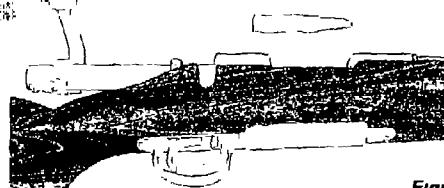

Figure 6
- 5 Introduire une cartouche du bon calibre sur le plateau de chargeur ou dans la chambre. Voir la figure 6.
- 5 Introduire 4 cartouches du bon calibre (une à la fois) dans la magasin. Si l'arme à feu est un magnum, on ne peut introduire que 3 cartouches. Si l'arme à feu est de calibre 17, 222 ou 223, le magasin peut recevoir 5 cartouches. Maintenez les cartouches dirigées vers la chambre. Voir la figure 6
- 8 Mettez une cartouche du bon calibre dans la chambre. Voir la figure 6